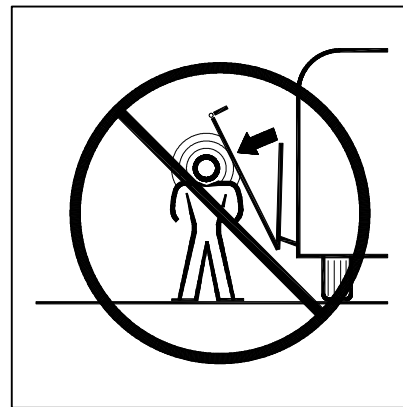

BILD 3: HÅLL AVSTÅNDET NÄR HISEN ANVÄNDS
- Se bild 3. Stå inte framför hissen när plattformen sänks.